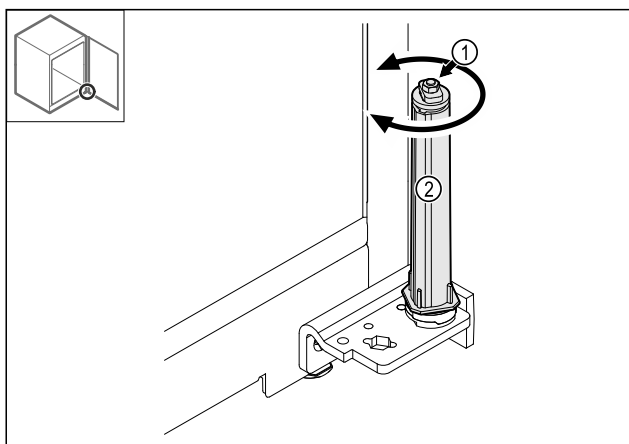

Fig. 41
- Ne szerelje szét a zárórendszer csavarkötését Fig. 41 (1).
- Forgassa el a zárórendszert Fig. 41 (2), amíg az be nem kattán.